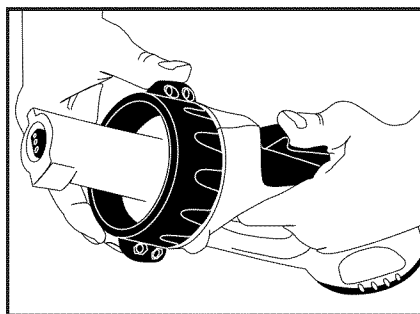

Figure 1
1. Faire pivoter la bague de verrouillage de la poignée d'alimentation électrique en position déverrouillée. (Voir figure 1.)